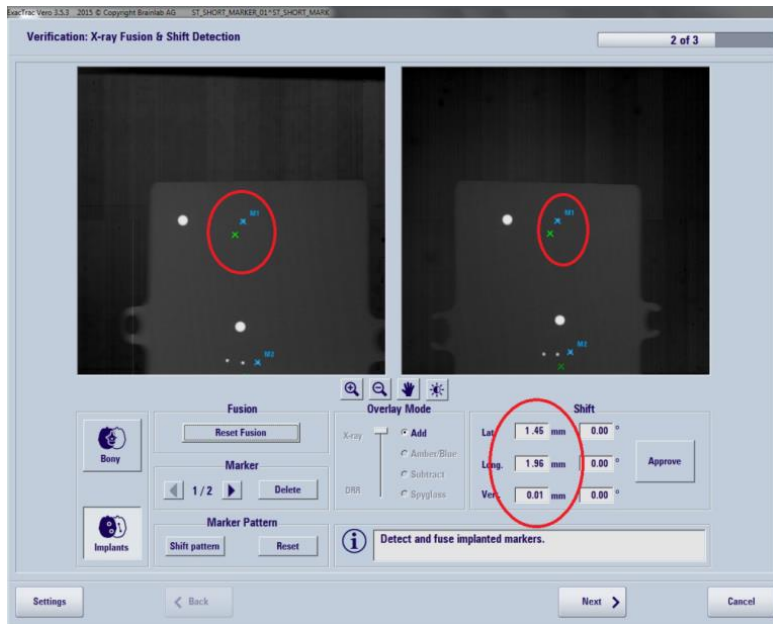

Figura 2. Schermata che indica il problema descritto sopra
- Dopo aver premuto “Fuse Marker”, ExacTrac Vero mostra una deviazione tra le posizioni dei marker pianificate (verde) e le posizioni dei marker rilevate (blu) superiore ai valori di soglia standard. Vengono indicati i corrispondenti “shift” e i possibili angoli di correzione (vedere figura 2).